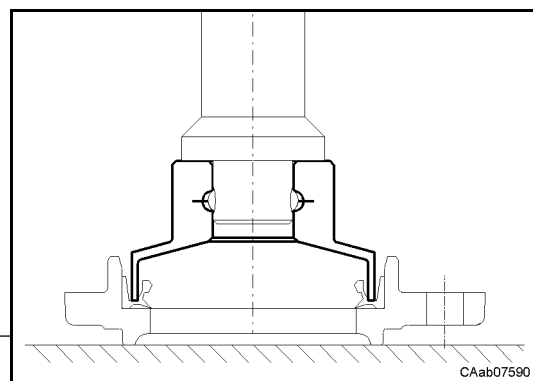

Fig. 6
- Montare gli anelli usando un appropriato calettatore (Fig. 6).
- *Use appropriate drivers (Fig. 6).*